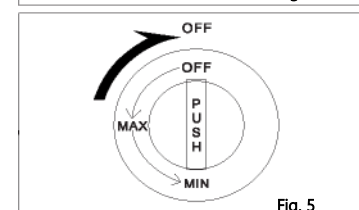

Fig. 5
- Al termine dell'uso, riportare la manopola di accensione in posizione OFF (spento) e assicurarsi che il bruciatore sia spento (Fig.5)